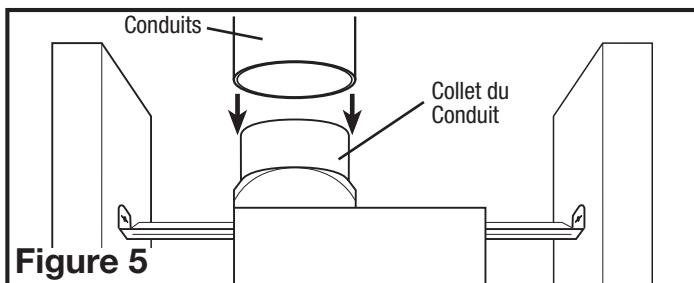

Figure 5
1. Raccorder le conduit au collet de conduit du ventilateur (**Figure 5**). Fixer en place à l'aide de ruban ou de serre-joint. Toujours évacuer le ventilateur vers l'extérieur au travers de chapeau mural ou de toit. Il est recommandé que les raccords d'extrémité basse de restriction sont utilisées.